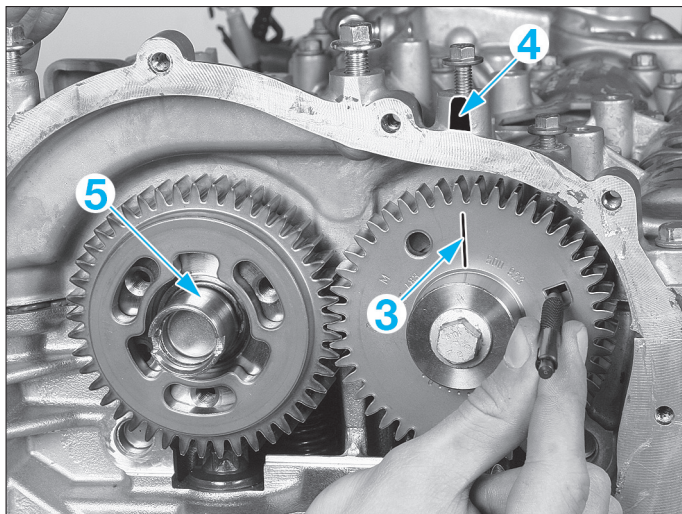
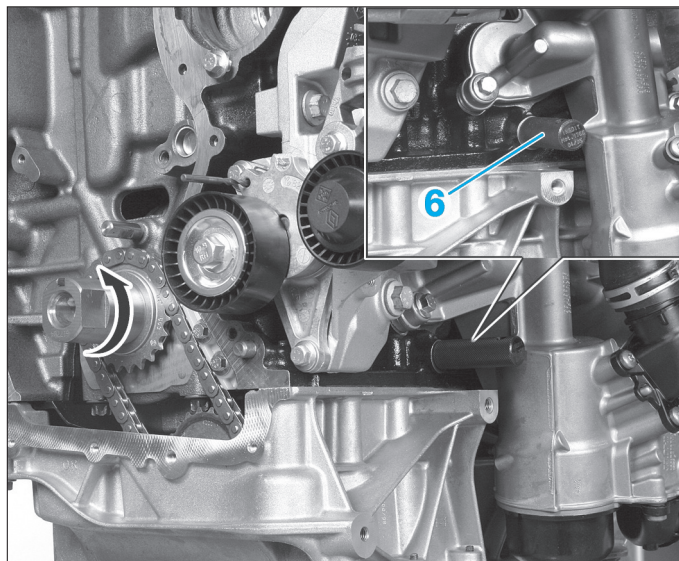

FIG. 24
FIG. 25
- À l'aide de l'outil de calage d'arbre à cames (Mot. 1769) (fig. 24) :
- mettre le repère (3) du pignon à rattrapage de jeu en face du bossage (4) du couvre-culasse.
- positionner la rainure de l'arbre à cames d'échappement à l'horizontale en faisant attention d'orienter le grand déport (5) vers le haut.
- Déposer le bouchon de pigeage de vilebrequin; mettre en lieu et place la pige de calage de PMH (Mot. 1766) (6) en l'amenant au contact du bloc-cylindres (fig. 25).